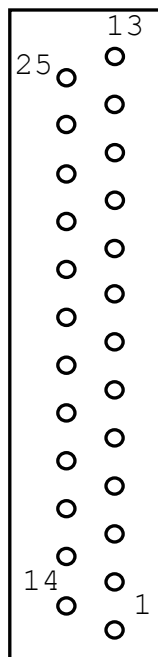

Рис.22
10.3.2. Для соединения с платой РЮ32 на плате используются 25-ти контактный разъём типа CANON, рис.22. Разводка разъёма приведена в табл.16.